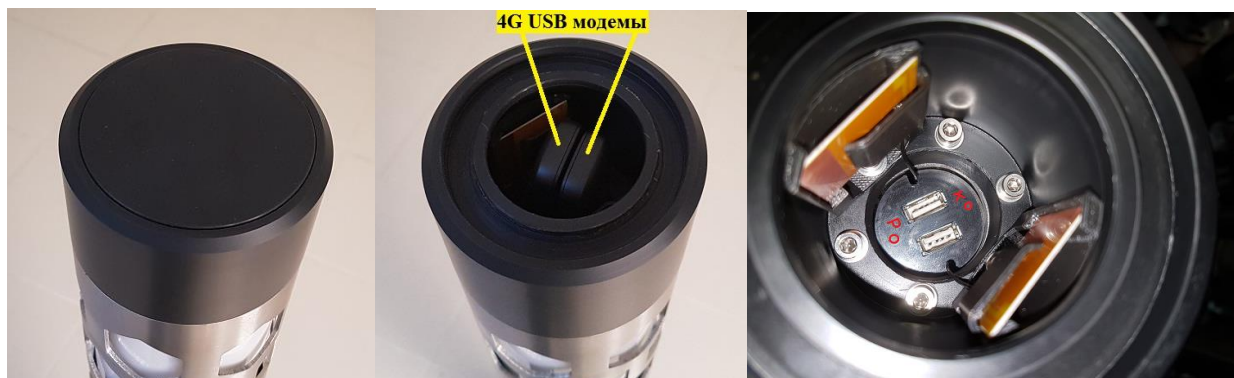

Рис. 6
7. Установка СИМ карт и сброс на заводские настройки. В верхней части комплекса установлена силиконовая крышка закрывающая отсек с 4G модемами, антеннами Wi-Fi и кнопками сброса оборудования на заводские настройки, см. рис. 6. Для установки SIM карт в 4G модемы снимите эту крышку, извлеките модемы установите в них SIM карты, установите модемы обратно в разъёмы комплекса и установите силиконовую крышку. Нажмите и удерживайте нажатой 10 секунд кнопку «К» для сброса настроек камеры или кнопку «Р» для сброса настроек интернет центра, см. рис. 6.